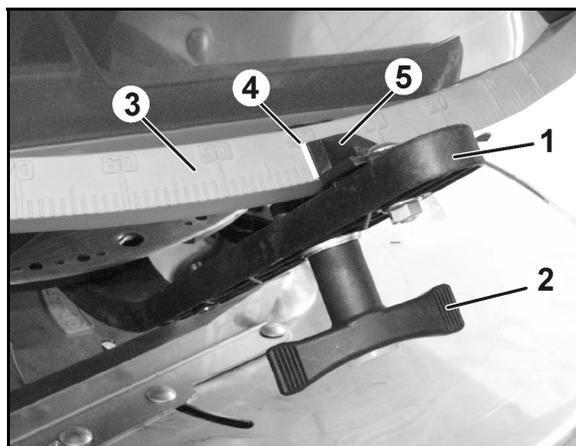

Fig. 51
2. Desserrez les écrous à ailettes (Fig. 51/2).
3. Recherchez sur l'échelle graduée la valeur de réglage fournie par le tableau de réglage (Fig. 51/3).
4. Positionnez l'arrête de lecture (Fig. 51/4) de l'index des leviers (Fig. 51/5) sur la graduation fournie par le tableau de réglage ou par la disquette.
5. Resserrez à fond les écrous à ailettes (Fig. 51/2).